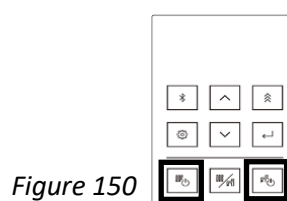

Figure 150
2. Couper l'alimentation en gaz et désactiver les touches ECS et CH du contrôleur (figure 150).